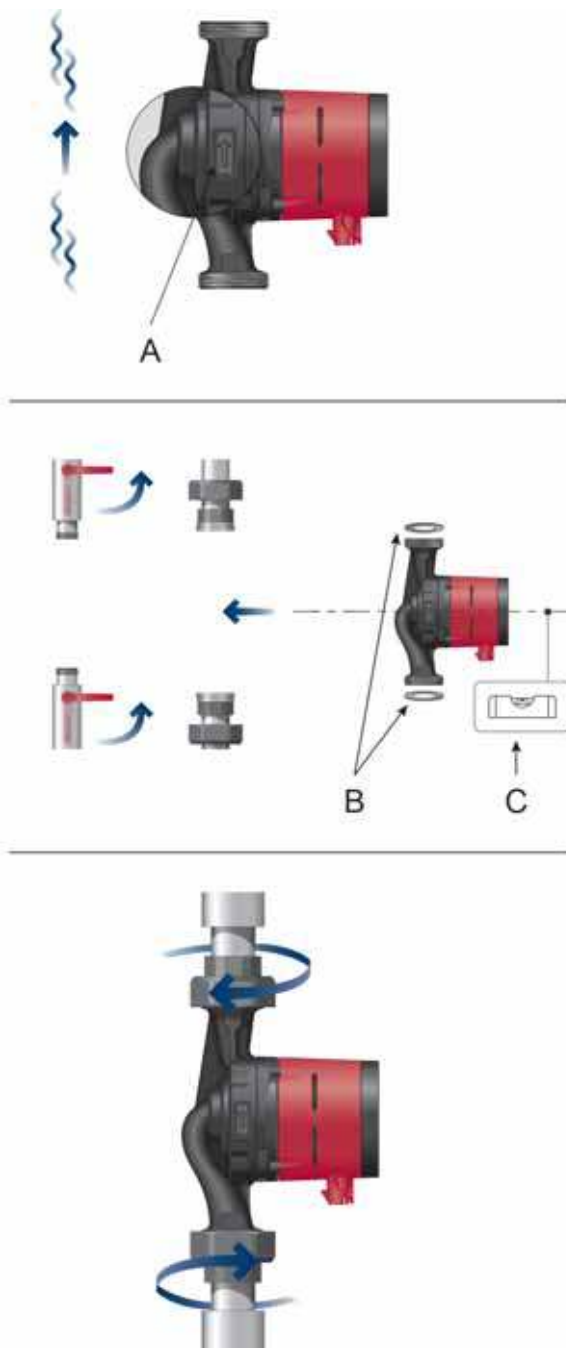

Abb. 1 Montage der ALPHA2/ALPHA3
Die Pfeile auf dem Pumpengehäuse geben die Strömungsrichtung der Flüssigkeit durch die Pumpe an. Siehe Abb. 1, Pos. A. Siehe Abschnitt 10.2 Abmessungen, ALPHA2 und ALPHA3, XX-40, XX-50, XX-60, XX-80 oder 10.3 Abmessungen, ALPHA2 und ALPHA3, 25-40 A, 25-60 A.
1. Bringen Sie bei der Montage der Pumpe in die Rohrleitung die beiden mitgelieferten Dichtungen an. Siehe Abb. 1, Pos. B.
2. Bauen Sie die Pumpe so ein, dass sich die Motorwelle in horizontaler Position befindet. Siehe Abb. 1, Pos. C. Siehe auch Abschnitt 3.2 Position des Schaltkastens, ALPHA2 und ALPHA3.